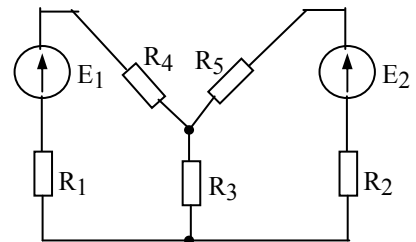

Рис.1.4.7
1.4.7. Используя метод эквивалентного генератора, определить ток в ветви с сопротивлением  $R_3$  (рисунок 1.4.7), если  $E_1=50$  В,  $E_2=100$  В,  $R_1=5$  Ом,  $R_2=10$  Ом,  $R_3=8$  Ом,  $R_4=15$  Ом,  $R_5=20$  Ом.